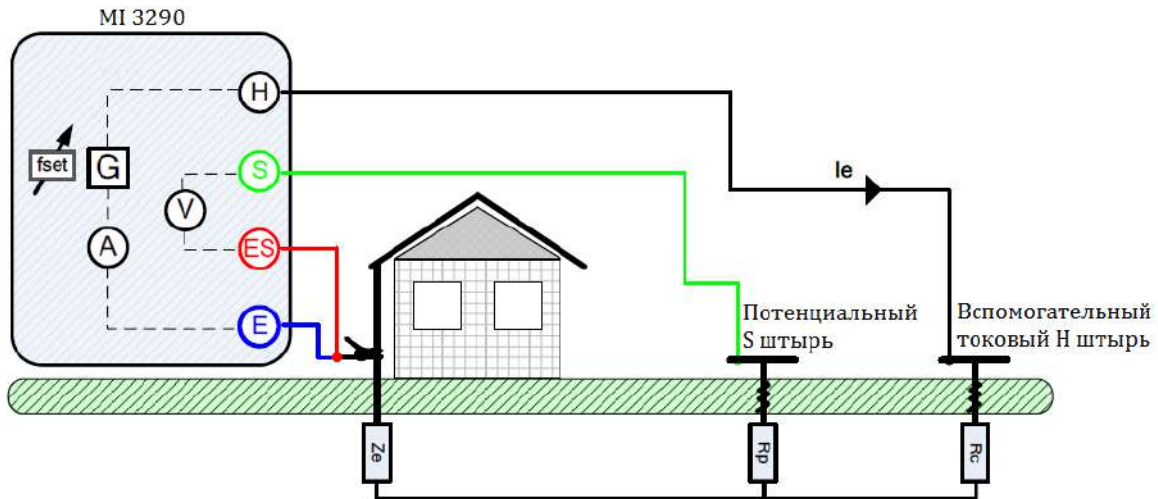

Рисунок 11.10: Пример 4-проводного измерения
- Соберите схему согласно рис. 11.10.